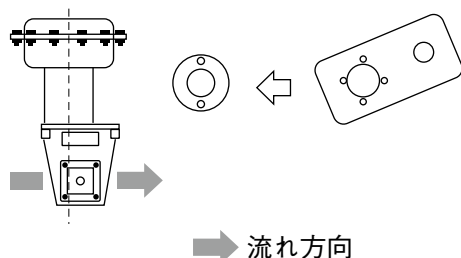
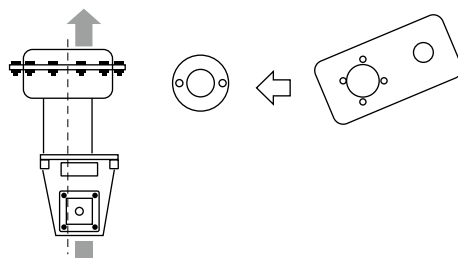

図 5-2
図 5-3
- 【2】 コネクタプレート流れ方向に注意して(図5-2、図5-3参照)フィードバックピンと共にブラケットに取り付けます。